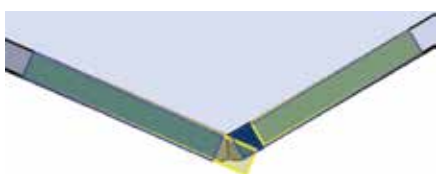

图 5.201 欠重叠闭合角
-  按钮：用于生成如图 5.201 所示的欠重叠闭合角效果。